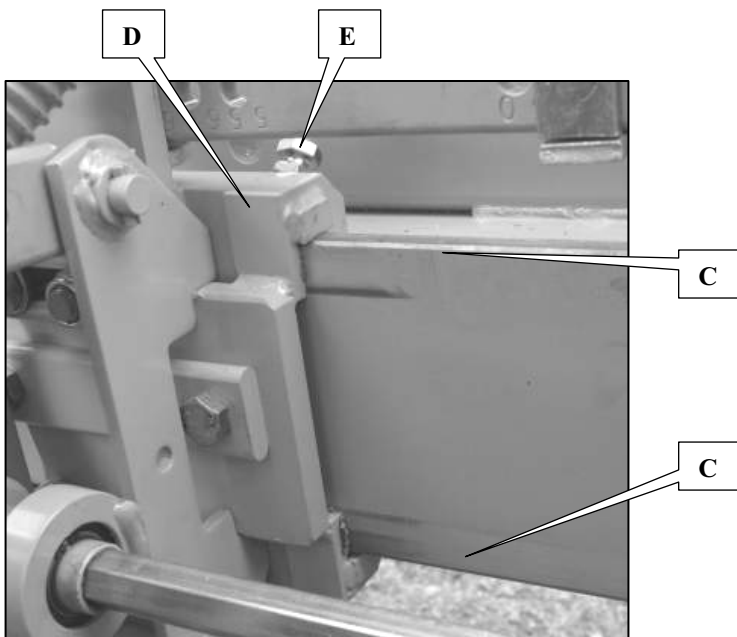

Fig. 2
- 1 - Die Übertragung und den Übertragungseinlass demontieren (C Abb. 2).
- 1 - Smontare la trasmissione e il carter di trasmissione (C fig. 2).
- Les éléments n° 3 et 4 sont montés sur glissière (D fig. 2). Les guides de glissières sont maintenus en pression par les 2 vis (E fig. 2). Le couple de serrage ces 2 vis doit être de 1.2 à 1.5 N.m. Ne pas intervenir sur les 2 vis inférieures.